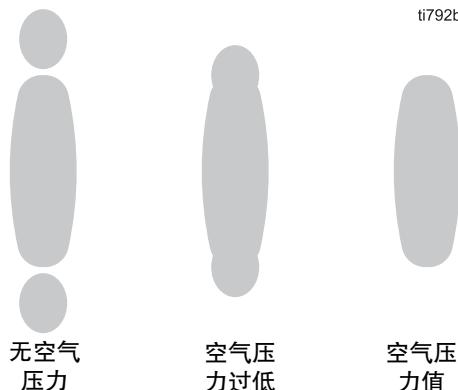

图 20: 雾化尾部
8. 缓慢增加入口空气压力、直到尾部完全雾化、并进入喷型。参见图 20。